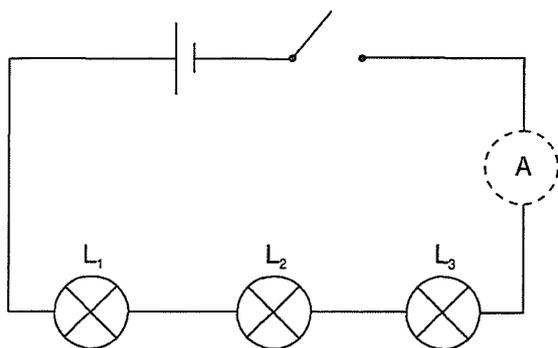

Figure 11.1
4.1. Réaliser le montage de la figure 11.1 **sans ampèremètre**. Fermer l'interrupteur. Noter les observations (éclat des ampoules).
À partir de ces renseignements et des observations, estimer l'ordre de grandeur de l'intensité du courant qui parcourt le circuit de la figure 11.1. Noter l'estimation et la justifier.
| 4.1 | L_1 , L_2 et L_3 en série (fig. 11.1) | L_1 : L_2 : L_3 : | |
6.1. Réaliser le montage de la figure 11.1 en y plaçant cette fois un **ampèremètre correctement branché**. Fermer l'interrupteur. Lire l'intensité du courant qui parcourt le circuit et la noter.
| 6.1 | L_1 , L_2 et L_3 en série (figure 11.1) | | | | |